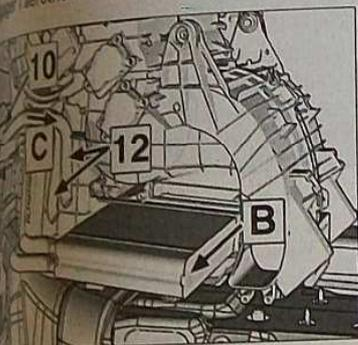

FIG. 16
... l'aérotherme en le tirant en (B) (Fig.16)